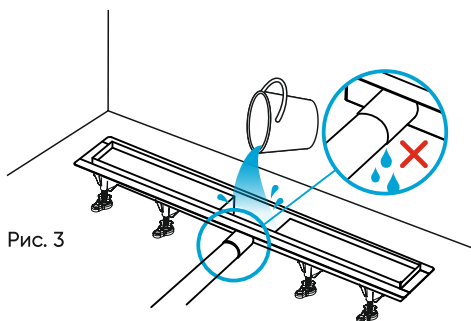

Рис. 3
2. Подсоедините слив сифона к трубопроводу. Проверьте водонепроницаемость соединения. Угол уклона канализационного трубопровода должен быть не менее 2% (2 см на 1 м трубы) (рис. 3).